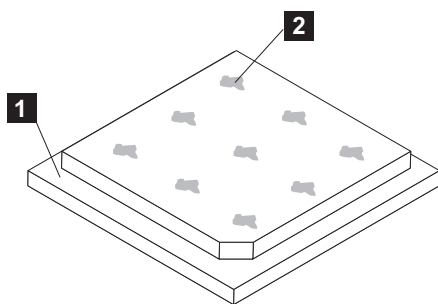

図 261. SAN ボリューム・コントローラー 2145-CG8 または 2145-CF8 マイクロプロセッサへの熱伝導グリースの塗布
- e. 熱伝導グリース用の注射器を使用して、図 261 に示すように、マイクロプロセッサの上部に等間隔で 9 か所に 0.02 mL ずつのグリースを点状に置きます。グリースを均等に分布するには、最外部の点をマイクロプロセッサの端から約 5 mm 以内に置く必要があります。